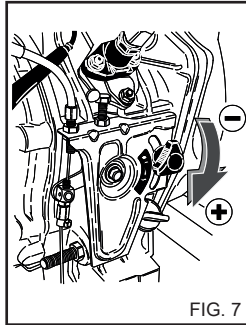

FIG. 7
1) Переведите рычаг подачи бензина в положение ON (рис. 7).
б) Переведите рычаг топливного насоса в положение OFF (рис. 7).